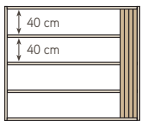

Fig. 2
- Utilice la primera pieza como guía para instalar las siguientes, dejándola alineada con un muro. Se debe fijar con clavos de 1 1/2" a 2" (Fig. 2), tanto en la pestaña como en la parte que queda contra el muro y que luego será tapada por el guardapolvo.